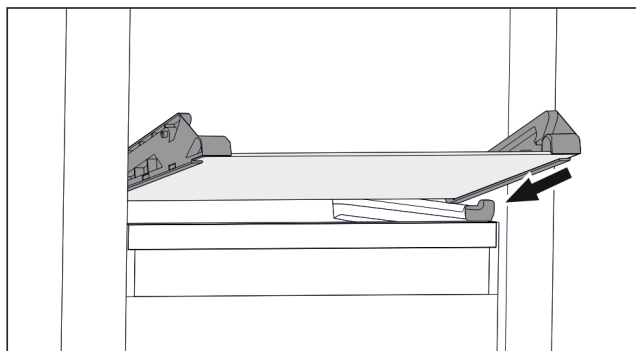

Fig. 71 Płyta szklana szuflady odchylanej
- ▶ Założyć płytę szklaną pod skosem za stoperami. (patrz Fig. 71)